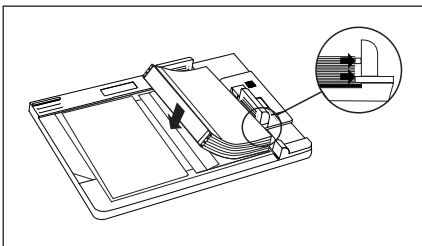

ABBILDUNG 32
3. Platzieren Sie den Papierblock so auf dem Hardcover™ Umschlag, dass er bündig mit der transparenten Anlagevorrichtung abschließt. Drücken Sie nun den Papierblock an der linken Seite fest nach unten, damit er durch den schmalen Klebestreifen fixiert wird (siehe Abbildung 32). Ihr Buch befindet sich somit mittig auf dem Hardcover™ Umschlag.